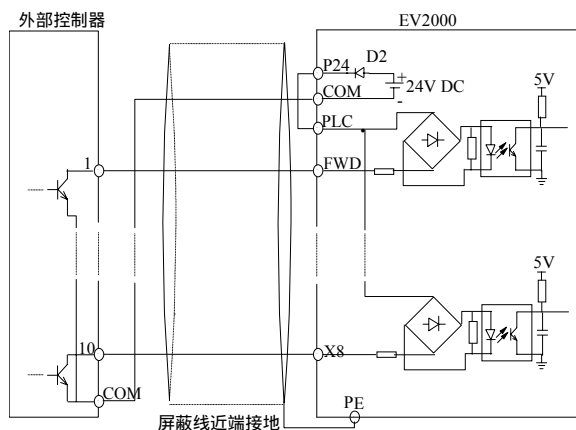

图3-24 使用变频器内部+24V电源的源极连接方式
②使用外部电源, 接线方式如图3-24。(注意去除PLC与P24端子间的连接线)
①使用变频器内部+24V电源, 外部控制器为NPN型的共发射极输出的连接方式, 如图3-24所示。